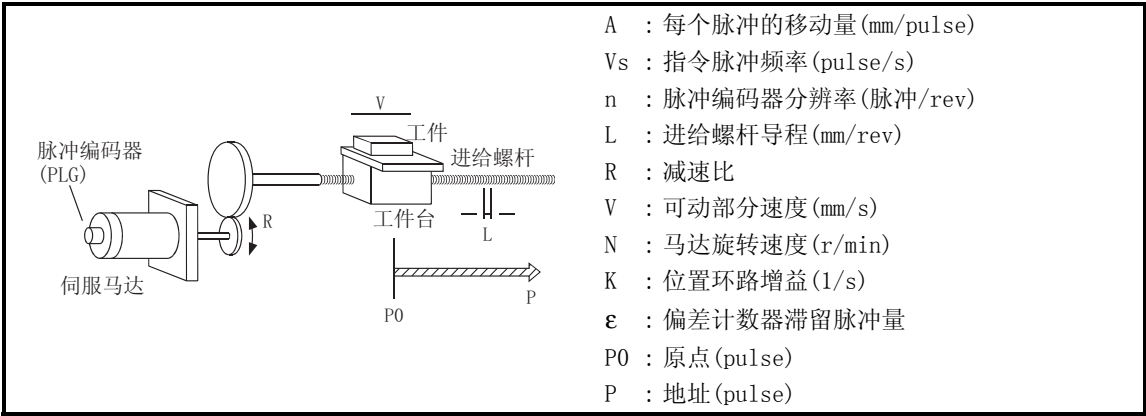

图 1.4 使用了螺杆的系统
- (a) 在图 1.4 的系统中，每个脉冲的移动量、指令脉冲频率和偏差计数器的滞留脉冲量可通过下式算出。